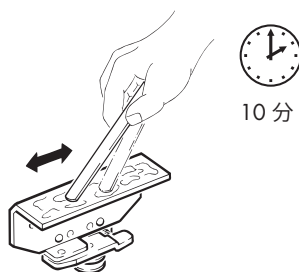

図 3-5-4
- [4] 接着剤を、ガイドの接着面に塗ってください (図 3-5-4)。